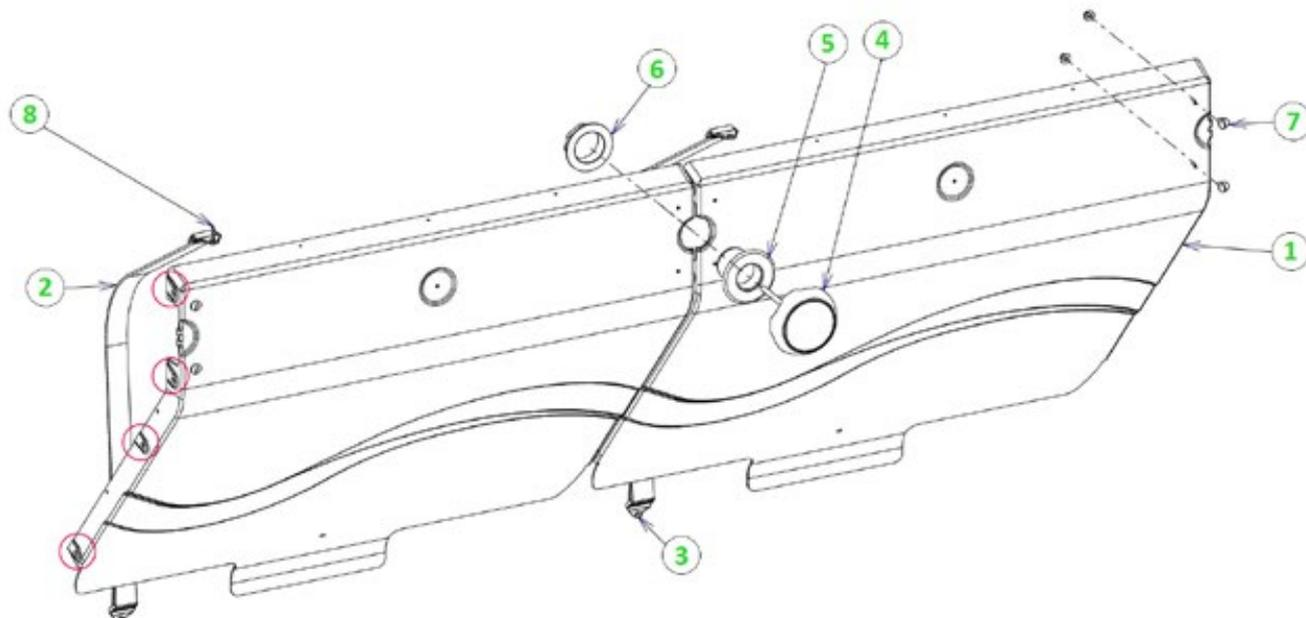

Figure 43 – Montage de la paroi de séparation et du projecteur
Les étapes de montage de la paroi de séparation et du projecteur sont illustrées à la Figure 43. La visserie nécessaire à ce montage se trouve dans le sachet Y.
Assemblez les deux modules (1) de paroi de séparation à l'aide de quatre vis à tête hexagonale 8 × 20 en inox A4, et de quatre écrous de diamètre 8 mm, en intercalant une rondelle de diamètre 8 mm de chaque côté de la paroi, soit un total de huit rondelles. Les emplacements de ces vis sur les parois sont signalés par quatre cercles rouges à la Figure 43.